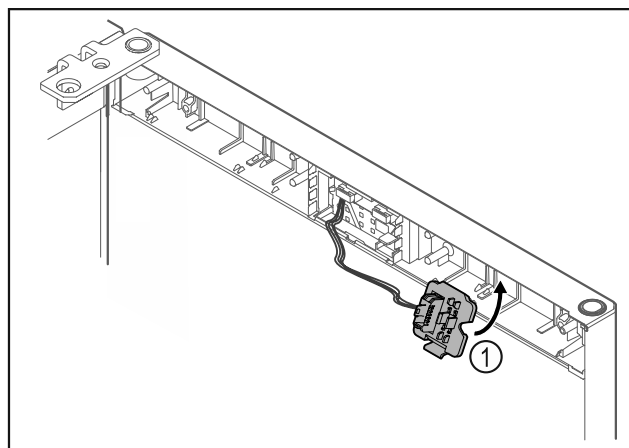

Fig. 21
- ▶ Zatrzasknąć uchwyt wtyczki Fig. 21 (1) po przeciwnej stronie.